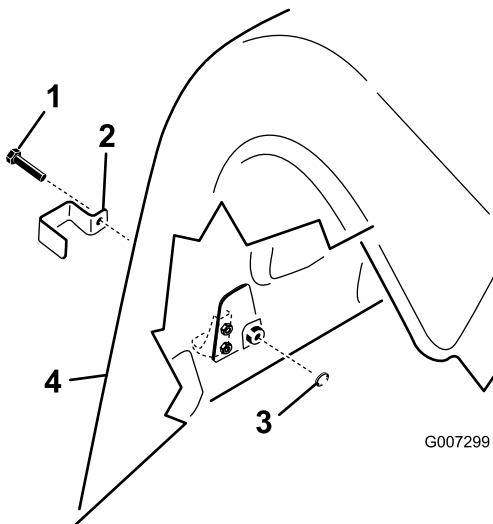

Figura 18
1. No modelo ProCore 864, instale um suporte do bloqueio por cima do capot traseiro inferior esquerdo e direito e dos fechos do capot superior com um parafuso de cabeça hexagonal (4 no total); consulte Figura 18.
2. No modelo ProCore 1298, instale um suporte do bloqueio por cima de todos os fechos do capot inferior traseiro e do fecho do capot superior exterior nas coberturas traseiras direita e esquerda com um parafuso de cabeça hexagonal (3 por cada cabeça de perfuração, 6 no total); consulte a Figura 18.
3. Utilizando um alicate ou uma chave ajustável, aperte uma anilha de bloqueio interna em cada parafuso (1 a 2 roscas) para prender o fecho (Figura 18).